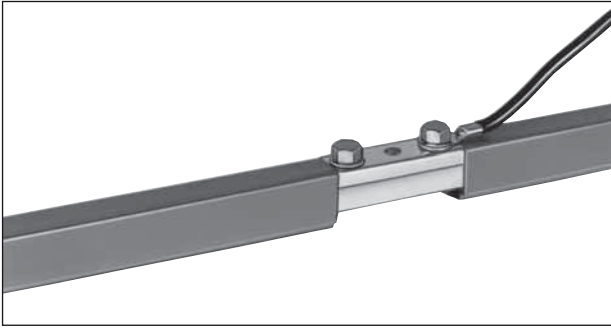

Bild 9: Einspeisung UE 15 K 4, offen
- Für UE 15 K 4: Quetschkabelschuhe in Ringform nach DIN 46234 für Anschlussbolzen M 5 auf Anschlussadern befestigen (Bild 9). Max. Anschlussquerschnitt je Anschlussschraube 6 mm².